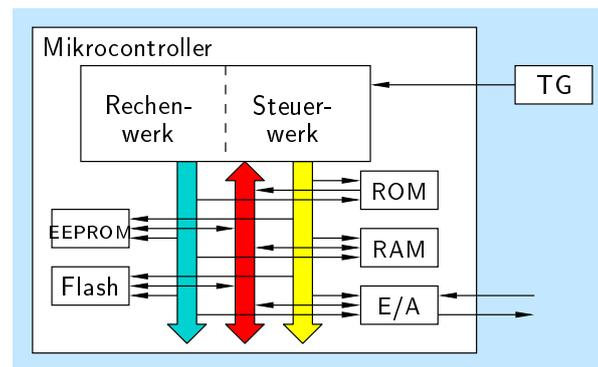

Abbildung 5: Microcontroller-System
**4.5.3.3 Microcontroller** Wenn man nicht nur die oben genannten Baugruppen, sondern auch RAM und ROM und E-/A-Baugruppen in die CPU aufnimmt, erhält man eine MCU (*micro controller unit*), auch Microcontroller genannt. Hier liegt der ganze Hauptspeicher auf dem Chip und ist damit wie ein Cache mit hoher Datenrate angebunden (Abbildung 5).